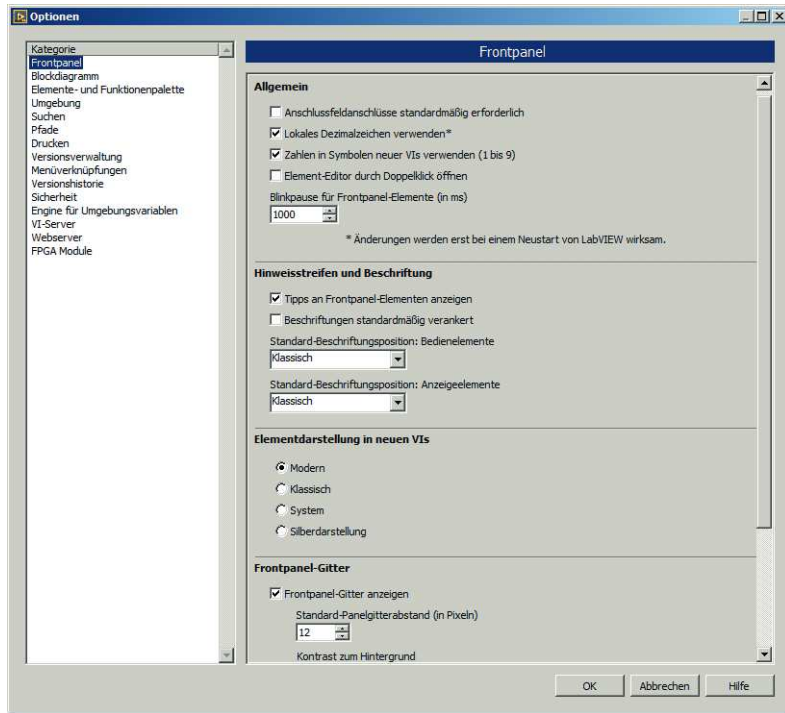
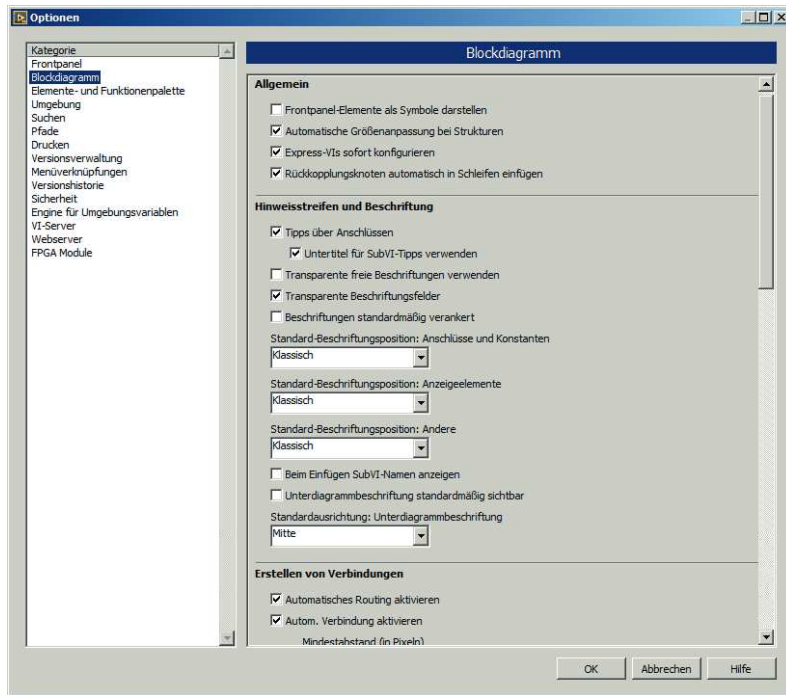
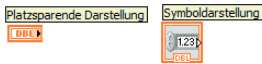

Bild 2.1 Optionen zur Gestaltung der verschiedenen Kategorien, hier Frontpanel
Bild 2.2 Optionen zur Gestaltung des Blockdiagramms
Bild 2.3 Terminaldarstellungen
Wir befassen uns hier mit der ersten Wahlmöglichkeit. Öffnet man vom Panel oder vom Diagramm aus das Optionsangebot, erhält man (voreingestellt) eine Ansicht nach Bild 2.1.
Die Optionen in Bild 2.1 zeigen verschiedene Möglichkeiten der Parameteränderung. Man kann unter anderem die Einstellungen beeinflussen für:
Die generellen Frontpanel-Einstellungen erreicht man mit 'Werkzeuge' - 'Optionen...' - 'Frontpanel'. Bild 2.1 zeigt das zugehörige Fenster.
Wählt man die Kategorie 'Blockdiagramm', erhält man eine Übersicht, deren oberer Teil in Bild 2.2 dargestellt ist. Dort sieht man rechts oben unter 'Allgemein' die Eintragung 'Frontpanel-Elemente als Symbole darstellen'. Sie ist im vorliegenden Fall **nicht** markiert. Das bedeutet, dass per Voreinstellung die Terminals als kleine Rechtecke dargestellt werden, wie wir das z.B. von Bild 1.13 her kennen. Markiert man dagegen diese Option, werden die Terminals als größere quadratische Symbole (Icons, siehe Bild 2.3) dargestellt. Man kann trotzdem später im Blockdiagramm von einer Darstellung zur anderen wechseln, indem man individuell für jedes Terminal das Kontextmenü aufruft und bei 'Als Symbol anzeigen' die Markierung setzt oder entfernt.
- 'Transparente Beschriftungsfelder' unter 'Hinweistreifen und Beschriftung' in Bild 2.2 ist **angekreuzt**. Das bedeutet, dass Kommentare, die man mit der A-Funktion der Werkzeugpalette schreibt, **keinen Rand** erhalten. Auch die Namen von Eingabe- und Ausgabefeldern werden zunächst randlos dargestellt. Ist dagegen das Kontrollkästchen **nicht angekreuzt**, wird im Diagramm automatisch ein **schwarzer Rand** gezeichnet, auf dem Panel erscheint die Schrift als Relief. Man kann das individuell für jeden Kommentar und jedes Terminal mit dem Farbpinsel für Vordergrund und Hintergrund in der Werkzeugpalette ändern. **Transparenz** erhält man, wenn man bei der Farbwahl das **große T** wählt.
Bereits ab LabVIEW 7.0 erhielt das Frontpanel während des Editierens (Programm erstellen) ein Gitter. Es dient der besseren Ausrichtung der Eingabe- und Ausgabeelemente. Auch hier lassen sich einige Parameter ändern, siehe dazu Bild 2.1 und Bild 2.2.
Man kann auf die Anzeige des Frontpanel-Gitters verzichten, andererseits lässt sich aber auch zusätzlich ein Gitter auf dem Blockdiagramm erzeugen. All das trifft nur für die Editierphase zu, d.h. für die Entwicklung des Programms. Zur Laufzeit verschwindet das Gitter automatisch. Man erhält das Raster, wenn man unter 'Frontpanel-Gitter' nach Bild 2.1 'Frontpanel-Gitter anzeigen' markiert. Damit die Ausrichtung am Raster wirksam wird, muss man zusätzlich 'Ausrichtung an Gitter aktivieren' ankreuzen. Entsprechend kann man im 'Blockdiagramm' nach Bild 2.2 unter 'Blockdiagrammgitter' markieren 'Blockdiagrammgitter anzeigen' bzw. 'Ausrichtung an Diagrammgitter aktivieren'. Ferner kann man mit 'Standard-Diagrammgitterabstand in Pixeln' die Feinheit des Gitters bestimmen sowie den Kontrast Gitter – Hintergrund erhöhen oder abschwächen.